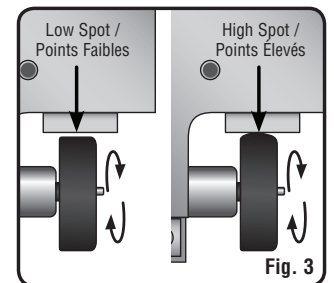

Fig. 3
2. Extend blade until slightly above wheel (approx. 1/32"). Rotate wheel slowly to identify high spots (Fig. 3). Repeat for all wheels. Number wheels 1-4 (wheel with highest high spot being #1 and lowest high spot being #4). Always start with wheel 1 and work in order.
2. Prolonge la lame jusqu'à ce qu'elle soit légèrement au-dessus roue (env. 0,79 mm). Faire tourner la roue lentement afin d'identifier les points élevés (Fig. 3). Répétez l'opération pour toutes les roues. Numéro roues 1 à 4 (roue à plus point élevé étant #1 et plus bas point élevé étant #4). Toujours démarrer avec la roue 1 et de travailler dans l'ordre.